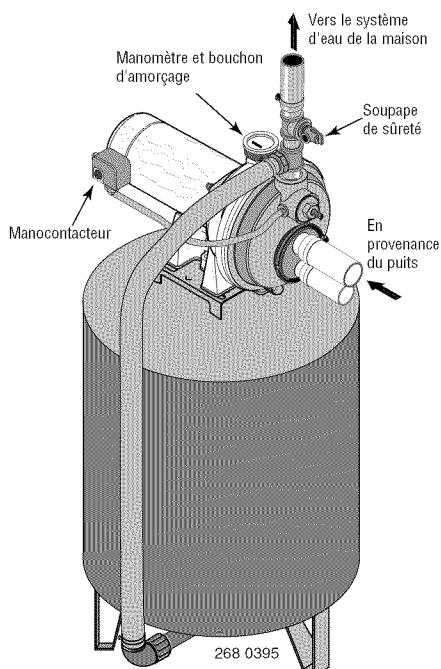

Figure 12 : Branchements sur un réservoir préchargé
BRANCHEMENT SUR UN RÉSERVOIR PRÉCHARGÉ (Figure 12)
- Poser un raccord court et un té dans l'orifice de refoulement de la pompe (voir la Figure 12). Le diamètre du tuyau doit être au moins aussi grand que le diamètre de l'orifice de refoulement. Poser un tuyau rigide ou un tuyau souple renforcé entre une des branches du té et l'orifice du réservoir préchargé.